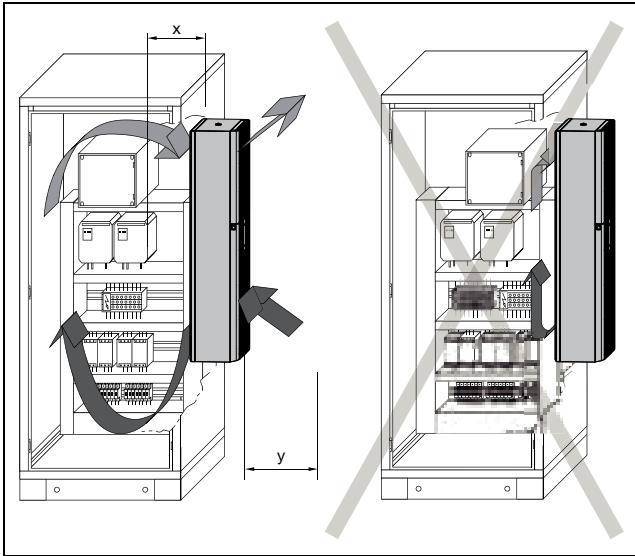

Fig. 7 : circulation de l'air dans l'armoire électrique
(distance minimale de 200 mm entre deux climatiseurs, distance par rapport au mur → voir distance « y » dans la figure 7 et le tableau 2).
- Vérifiez l'écartement « x » (fig. 7) entre le climatiseur et les premiers composants électriques et électroniques ou autres appareillages de manière à ce que la circulation de l'air puisse s'effectuer sans entrave.